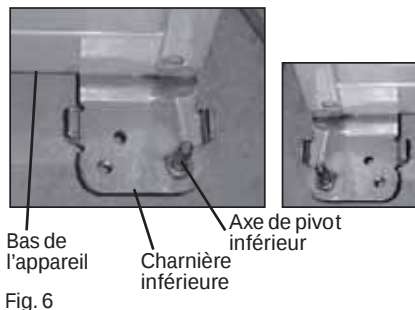

Fig. 7
1. Ôter l'axe de la charnière inférieure en tournant dans le sens inverse des aiguilles d'une montre. Placer l'axe du côté opposé et serrer (voir Fig. 6 et Fig. 7).
4. Desserrer les vis qui fixent la charnière et enlever (voir Fig. 7).